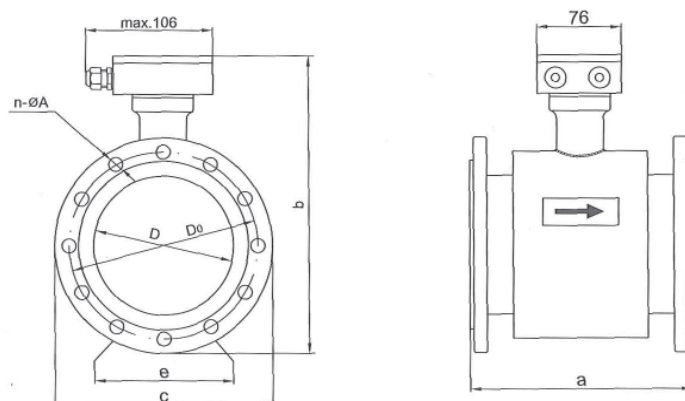

Fig.2
6.1 Dimensioni per versione compatta (Fig.2 -Tab.1)